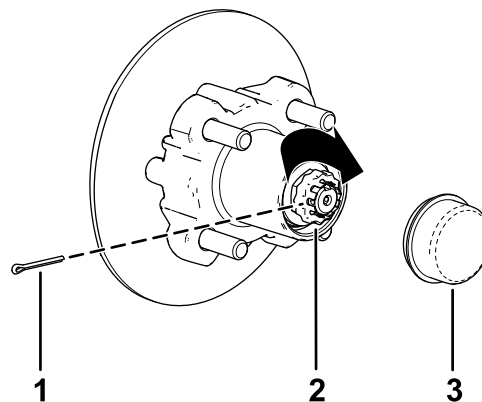

Figura 38
8. Coloque el retén sobre la tuerca y compruebe la alineación de la ranura del retén y el taladro de la claveta del eje (Figura 38).
9. Instale la claveta y doble las patas alrededor del retén (Figura 38).
10. Instale el tapón guardapolvo sobre el cubo (Figura 38).